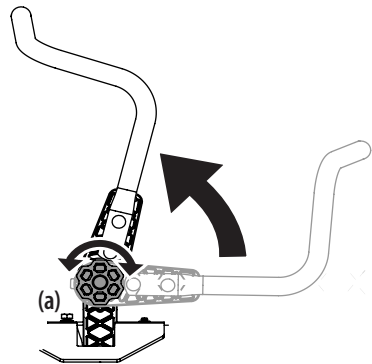

Figura 8
1. Gire la perilla (a) en el sentido contrario a las agujas del reloj para flojar la perilla (a). Consulte la Figura 8.
3. Gire la perilla en el sentido de las agujas del reloj para asegurar la palanca de control de la transmisión de barra de seguridad hasta su posición. Consulte la Figura 8.